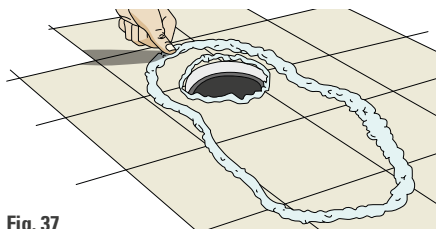

Fig. 37
- Ponga la mezcla en la base donde se asienta el pie del inodoro (Fig. 37), formando una franja de 1 cm de altura y 5 cm de ancho.